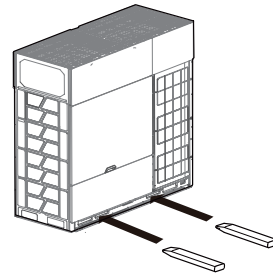

Abbildung 2.3
- Um das Gerät mit einem Gabelstapler zu bewegen, führen Sie die Gabeln in die Öffnung an der Unterseite des Geräts ein, wie in Abbildung 2.3 dargestellt.